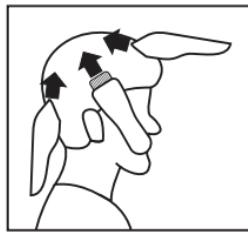

Figura 9
- Usando o pente de **10-12 mm**, cortar a partir da nuca até o alto da cabeça. Manter o pente de 12 mm contra a cabeça e lentamente mover o aparelho através dos cabelos (Figura 9).
- Usar a mesma técnica cortando de baixo para cima nas laterais da cabeça (Figura 9).